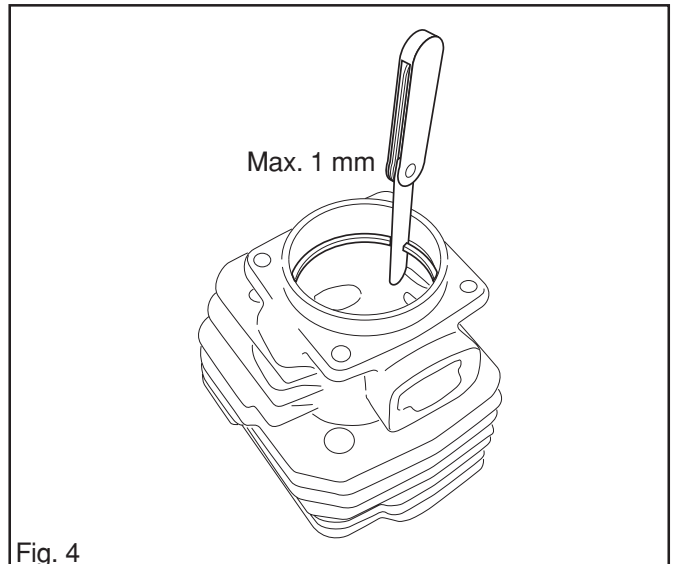

Fig. 4
5. Mesurer l'usure du segment du piston en le plaçant tout en bas dans le cylindre et en mesurant le jeu. Voir la fig. 4. Le jeu ne doit pas être supérieur à 1 mm.